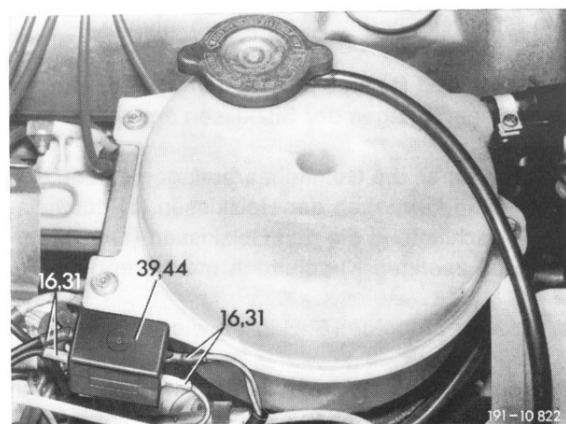

Bild 6
17 Halter (44) mit der Befestigungsschraube des Ausgleichbehälters für Kühlmittel mitanschrauben (Bild 6).
18 Sicherungsdose (39) mit den Blechschrauben (40) am Halter (44) anschrauben und Sicherungseinsatz (41 bzw. 42) einsetzen (Bild 6).
21 Zusatzleitungssatz (16) von der Mittelkonsole aus entlang des Hauptleitungssatzes zur Hauptsicherungs- und zur Sicherungsdose (39) verlegen und anschließen (Bild 6, 18 und 19).
33 Halter (44) mit der Befestigungsschraube des Ausgleichbehälters für Kühlmittel mitanschrauben (Bild 6).
49 Zusatzleitungssatz (31) von der Hauptsicherungsdose zur Sicherungsdose (39) bzw. am rechten Einstieg entlang zum Leitungsverbinder (29) verlegen und an beiden Sicherungsdo- sen anschließen (Bild 6 und 20).